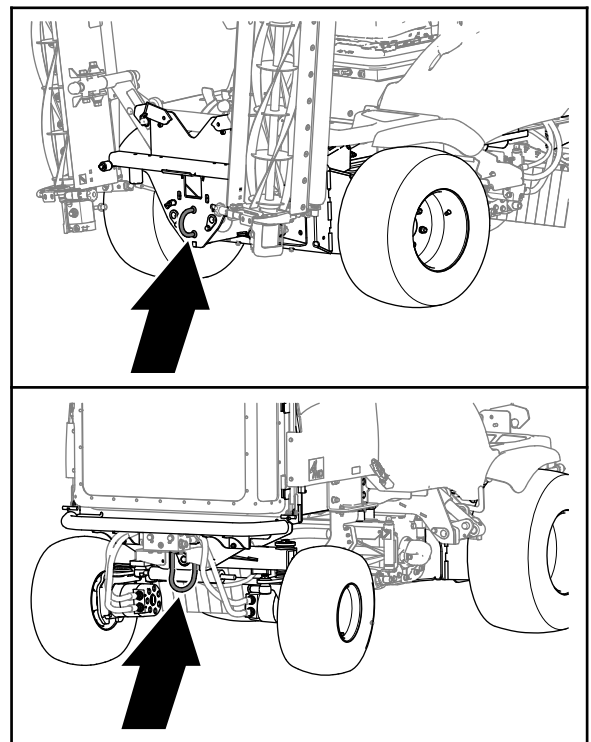

Figura 34
5. Ligue uma barra de reboque **rígida** entre o aro de reboque frontal da máquina e o veículo de reboque (Figura 34).